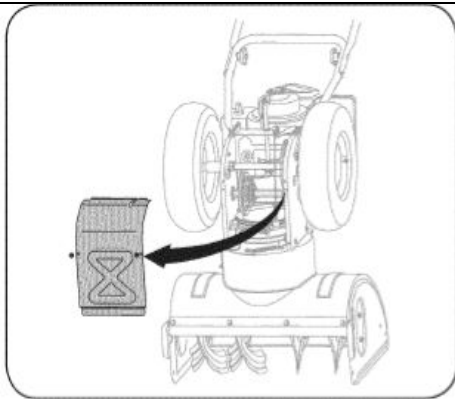

Рис. 24
5. Снимите рамный защитный крышку с нижней части снегоочистителя, вывинтив четыре фиксирующих её самореза (См. Рис. 24).